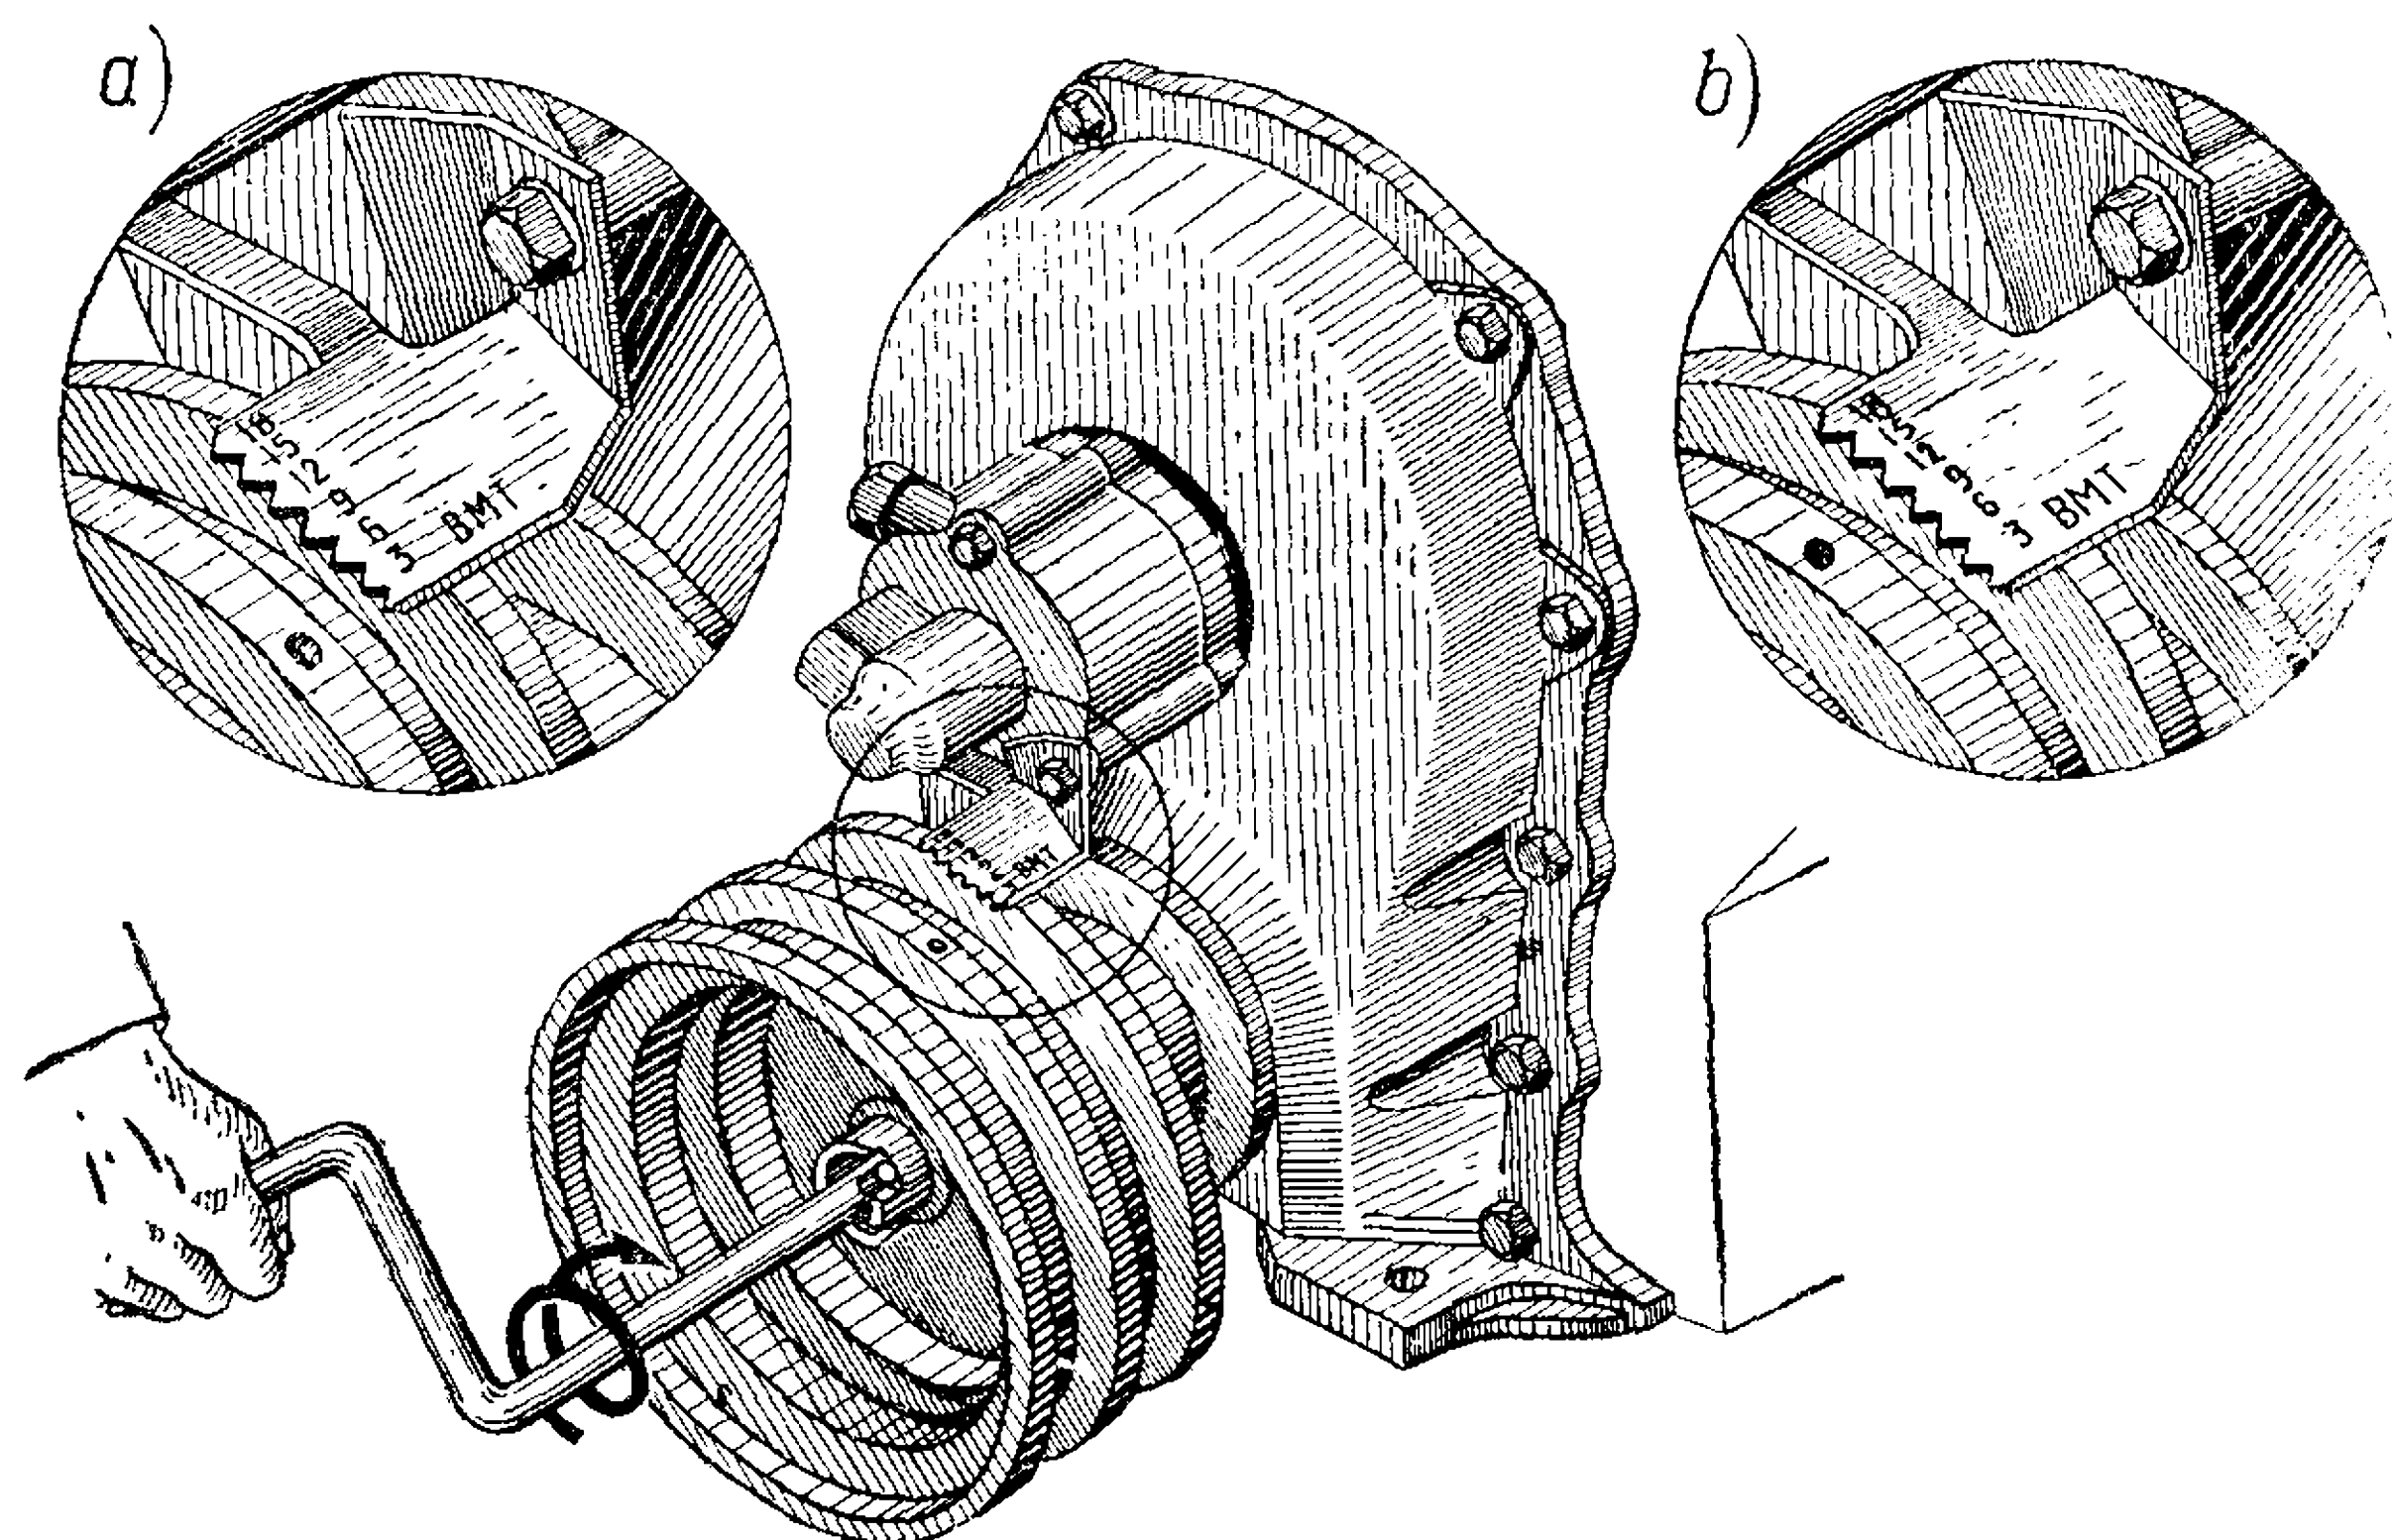

Рис. 33. Установка зажигания:
2) установить поршень первого цилиндра в верхней мертвой точке хода сжатия. Для этого повернуть коленчатый вал до совмещения отверстия на шкиве коленчатого вала с риской «ВМТ» на указателе установки зажигания, расположенном на датчике ограничителя оборотов (рис. 33, положение *a*);